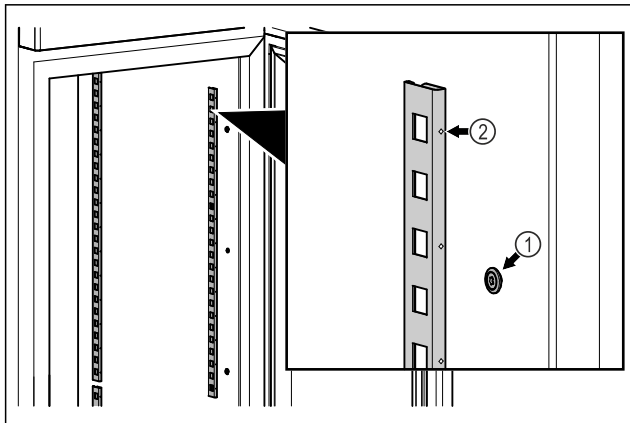

Fig. 56 Simbolična slika
- ▶ Zagozdne letve obesite na Fig. 56 (1) obešalni element. Oznaka Fig. 56 (2) mora biti obrnjena naprej.